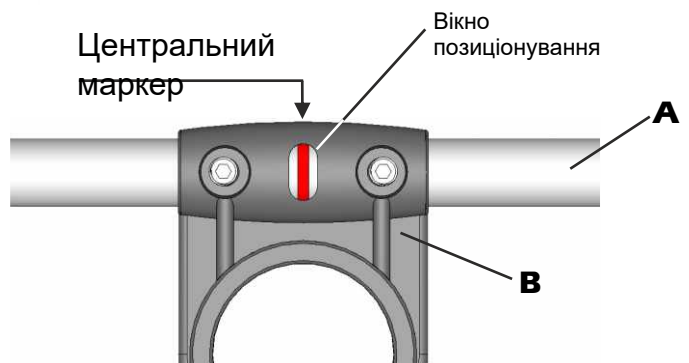
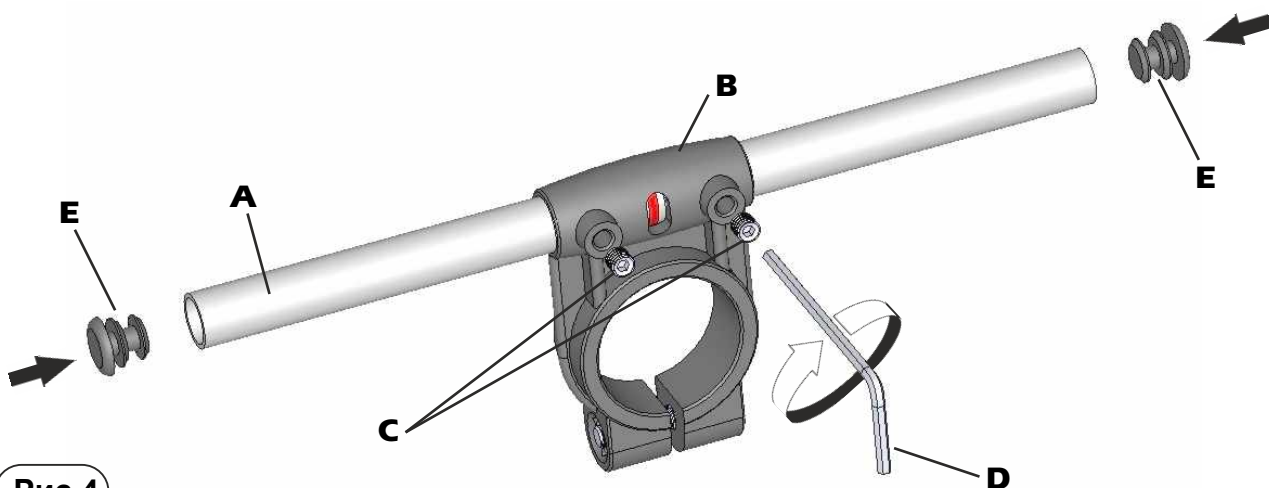

Рис.3
Рис.4
- 2) Розташуйте референтну мітку алюмінієвий елемент А у центрі пластикову опору В (див. рис. 3) та зафіксуйте гвинти С ключем D (рис. 4). Коли гвинти торкнуться трубок, остаточно затягніть їх на 1,5 оберта.